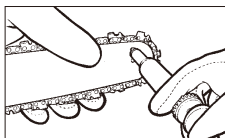

Fig. 20
3. Sätt in fettprutans (tillval) spets i smörjhålet och spruta in fett till det kommer ut på kedjekransspetsens utsida (Fig. 20).